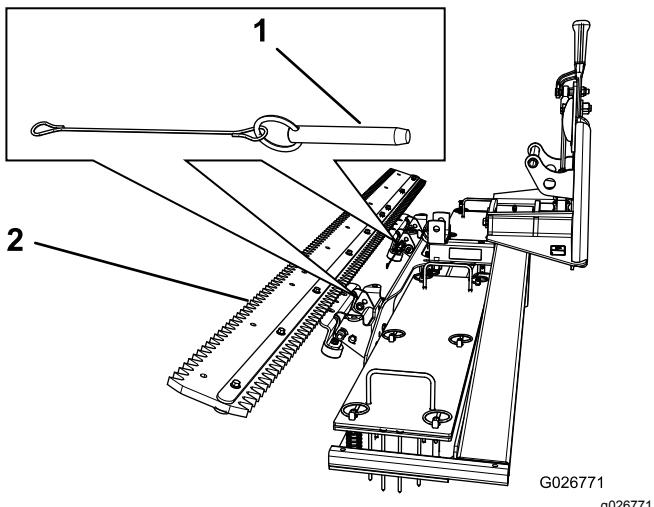

図 11
1. クレビスピン2本を取り外す図11。
2. グルーマを斜めに立てて、クレビスピンでその位置に固定する図11。